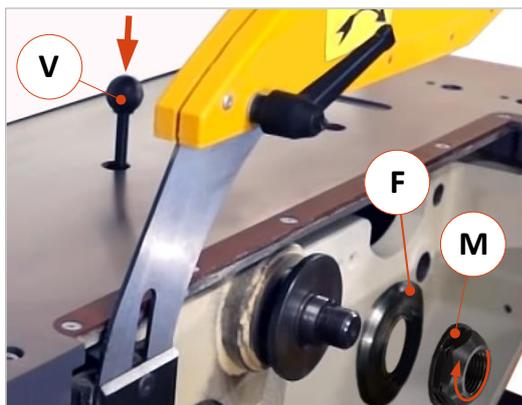

Abbildung 28: Sägegewelle mit Flansch und Mutter
- Verdrehsicherung (V) in die Öffnung hinter der Kreissägewelle (⇒ Abbildung 28) stecken und die Sägewelle manuell drehen, bis die Verdrehsicherung (V) einrastet.
- Verwenden Sie einen Maulschlüssel SW 36 mm, um die Spannmutter (M) durch Drehen im Uhrzeigersinn \curvearrowright (Linksgewinde!) zu entfernen und legen Sie sie beiseite.
- Entnehmen Sie vorsichtig den äußeren Druckflansch (F) und legen ihn ebenfalls beiseite.
- Reinigen Sie die Kontaktflächen der Spannmutter (M), des Druckflansches (F) sowie der Kreissägewelle und überprüfen Sie alle Teile auf Beschädigungen, Verbiegungen und scharfe Kanten. Alle Kontaktflächen müssen sauber und in einwandfreiem Zustand sein.